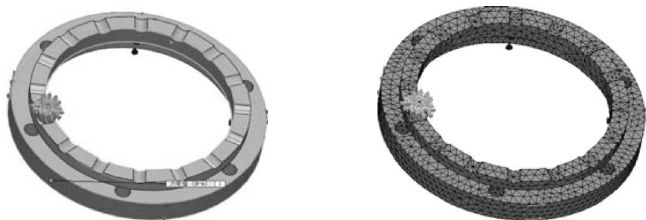

图 9-66 划分网格操作
STEP 8 右键单击“算例”树中的“网格”项，在弹出的快捷菜单中选择“生成网格”菜单项，使用默认值划分网格，如图 9-66 所示。